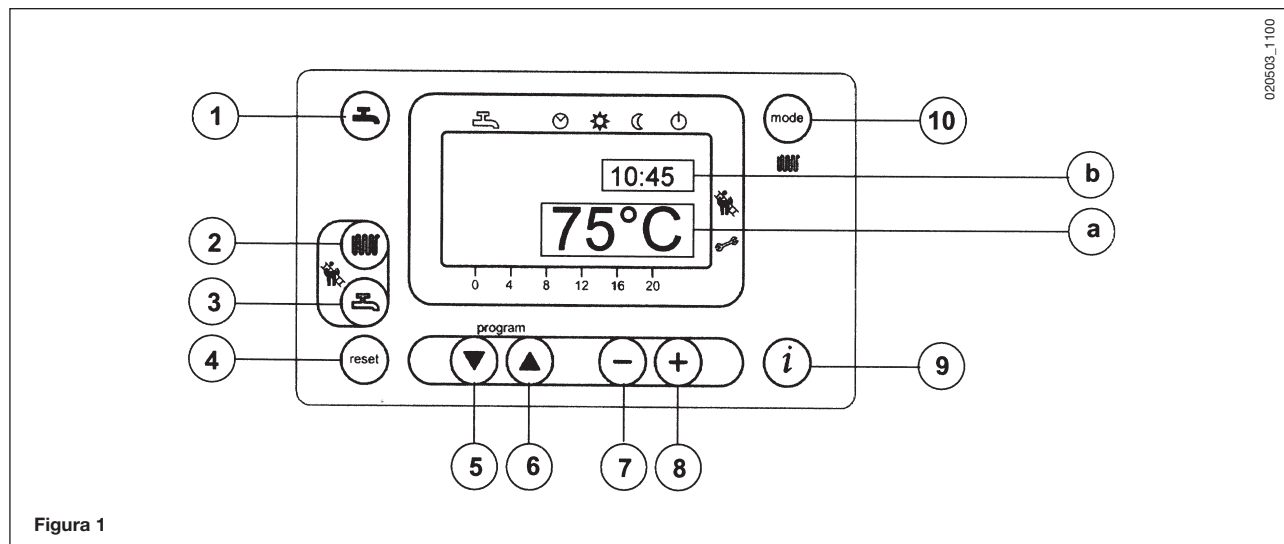

Figura 1
- Premere il tasto  (2- figura 1) per impostare la temperatura dell'acqua di riscaldamento;
- premere uno dei due tasti   (1 o 10 - figura 1) per memorizzare e ritornare al menù principale.
N.b – Con sonda esterna collegata, mediante il tasto  (2 – figura 1) è possibile effettuare la traslazione della curva di riscaldamento. Premere i tasti   per diminuire o aumentare la temperatura ambiente del locale da riscaldare.
- Premere il tasto  (3- figura 1) per impostare la temperatura massima dell'acqua sanitaria;
Sul display principale (figura 1 a) compaiono le segnalazioni di anomalia assieme al simbolo  (figura 4).